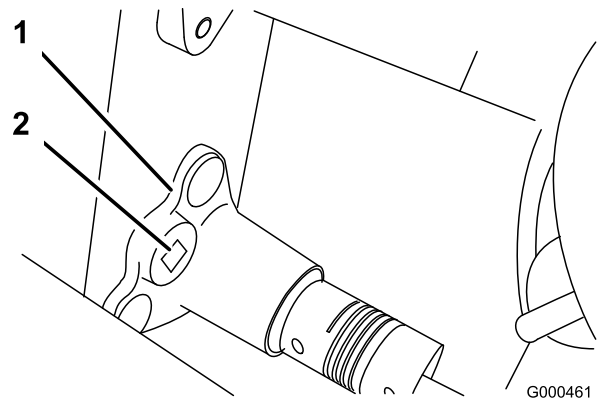

Bild 39
B. Drehen Sie das Lagergehäuse mit einem 3/8-Zoll Drehmomentschlüssel mit 3,9 bis 4,5 Nm an, um die Riemenspannung einzustellen (Bild 39)